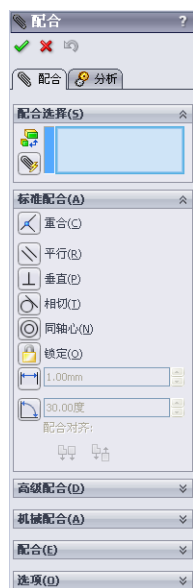
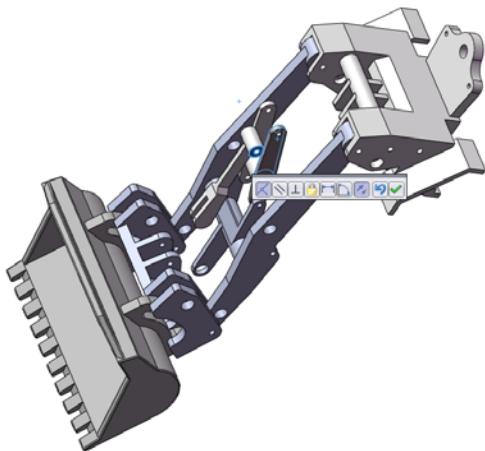
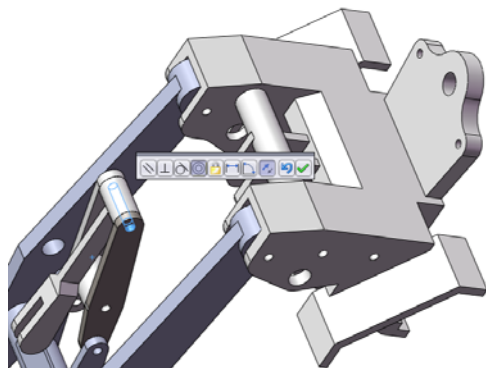
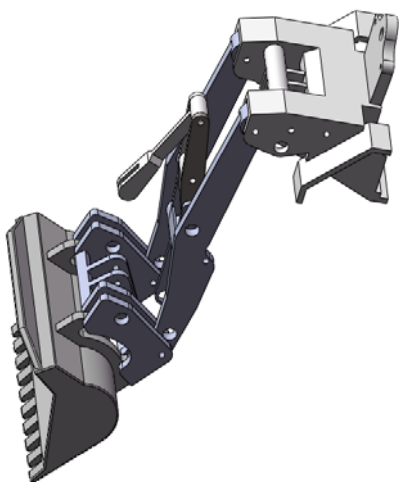

图 13-286 “配合”属性管理器
图 13-287 “重合”关系
图 13-288 “同轴心”关系
图 13-289 旋转结果
(9) 添加装配关系。选择菜单栏中的“插入”→“配合”命令，或单击“装配体”工具栏中的（配合）按钮，系统弹出“配合”属性管理器，如图 13-286 所示。在“配合”属性管理器中单击（重合）按钮，添加“重合”关系，单击（确定）按钮，如图 13-287 所示。选择图 13-288 所示的配合面，在“配合”属性管理器中单击（同轴心）按钮，添加“同轴心”关系，单击（确定）按钮，拖动零件旋转到适当位置，如图 13-289 所示。